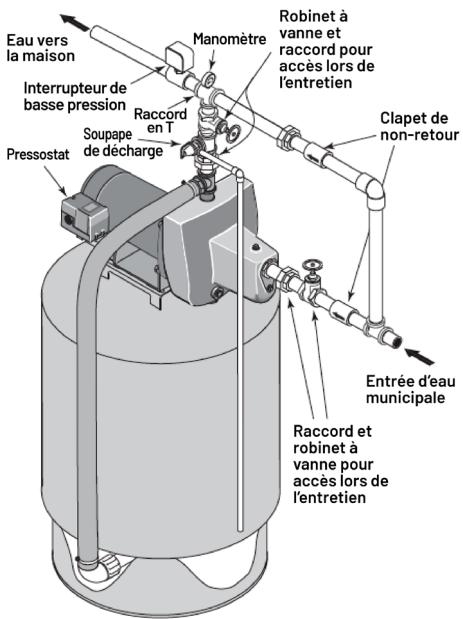

Figure 6 : Modèle SNCP42
2. Installez le tuyau comme illustré (figures 6 et 7). Veuillez à inclure des raccords et des robinets d'arrêt afin que l'unité de surpression puisse être retirée lors de l'entretien sans interrompre l'alimentation en eau de la maison.